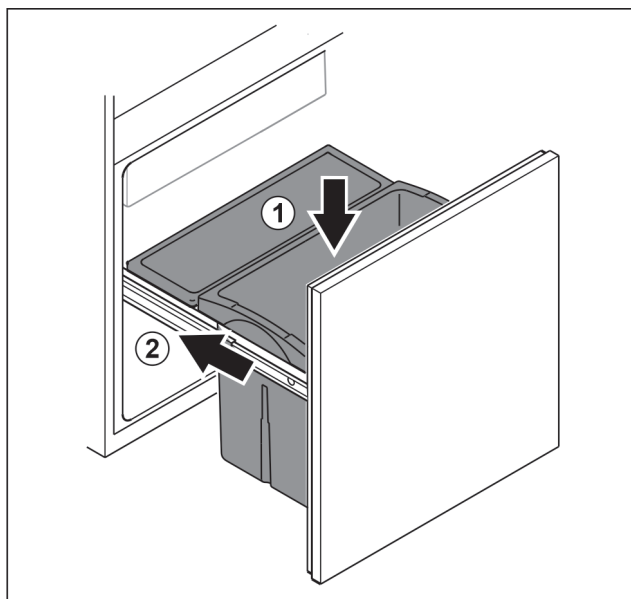

Fig. 81
- ▶ Вставити висувний ящик зверху. Fig. 81 (1)
- ▶ Вставити витяжний візок. Fig. 81 (2)